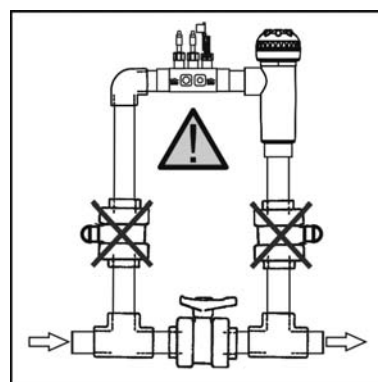

Fig. 4
1. Colar o porta-sensores fornecido a um lanço da tubagem situado na entrada da célula de electrólise. O porta-sensores deve ser colocado sempre na posição horizontal no solo (ver Fig. 4), de modo que as entradas rosqueadas (1/2" - 3/8") continuem acessíveis para la instalação posterior do injector da bomba de dosagem e o eléctrodo de terra (facultativo)